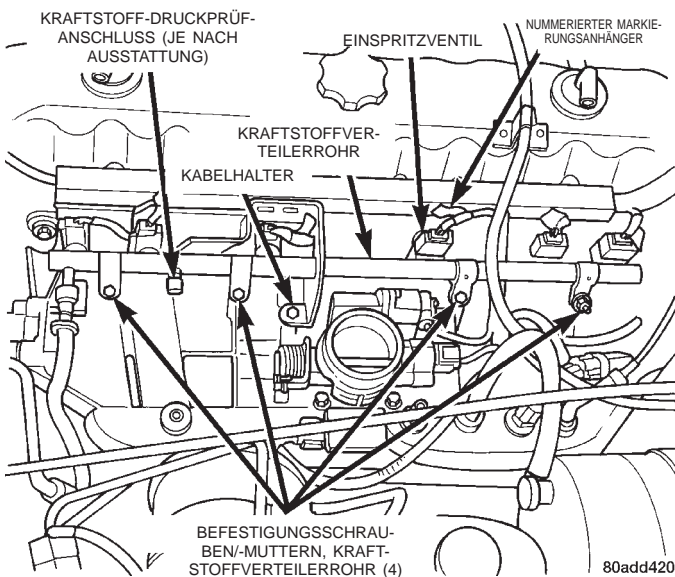

Abb. 31 Befestigung des Kraftstoffverteilerrohrs—4.0L-Motor
- (1) Den Tankdeckel abschrauben.
- (2) Den Druck in der Kraftstoffanlage wie in diesem Kapitel beschrieben abbauen.
- (3) Das Minuskabel von der Batterie abklemmen.
- (4) Die Luftansaugleitung an der Oberseite des Drosselklappengehäuses abbauen. Hinweis: Bei einigen Motor-/Fahrzeugausführungen kann der Ausbau der Ansaugluftführungen am Drosselklappengehäuse erforderlich sein.
- (5) Jeden der Steckverbinder des Einspritzventil-Kabelbaums abziehen. Jeder der Einspritzventil-Steckverbinder muß mit einem Markierungsanhänger mit der Nummer des zugehörigen Einspritzventils bzw. Zylinders gekennzeichnet sein (Abb. 31). Sollte dies nicht der Fall sein, ist jeder Steckverbinder vor dem Ausbau entsprechend zu kennzeichnen.
- (6) Den Sicherungsclip der Kraftstoff-Versorgungsleitung und die Kraftstoffleitung vom Kraftstoffverteilerrohr demontieren. Vorgehensweise siehe "Schnelltrennkupplungen" in diesem Kapitel.
- (7) Den Gaszug vom Drosselklappengehäuse demontieren. Vorgehensweise siehe "Aus-/Einbau, Gaszug" in diesem Kapitel.
(8) Den Seilzug/Tempomat vom Drosselklappengehäuse demontieren (je nach Ausstattung). Vorgehensweise siehe "Seilzug/Tempomat" in Kapitel 8H, Tempomat.
(9) Den Seilzug/Hauptdruck des Automatikgetriebes vom Drosselklappengehäuse demontieren (je nach Ausstattung).
(10) Den Seilzughalter vom Ansaugkrümmer demontieren (Abb. 31).
(11) Die Mutter abschrauben, mit der der Kabelbaum/Anschlußlitze des Kurbelwinkelgebers (CKP) am Stehbolzen des Kraftstoffverteilerrohrs montiert ist. Die Klemme und den Kabelbaum vom Stehbolzen des Kraftstoffverteilerrohrs abnehmen.
(12) Den Bereich um jedes der Einspritzventile am Ansaugkrümmer von Schmutz u.ä. reinigen.
(13) Die Befestigungsschrauben des Kraftstoffverteilerrohrs herausdrehen (Abb. 31).
(14) Das Kraftstoffverteilerrohr vorsichtig hin- und herbewegen, bis alle Einspritzventile aus den Aufnahmen im Ansaugkrümmer gezogen sind.